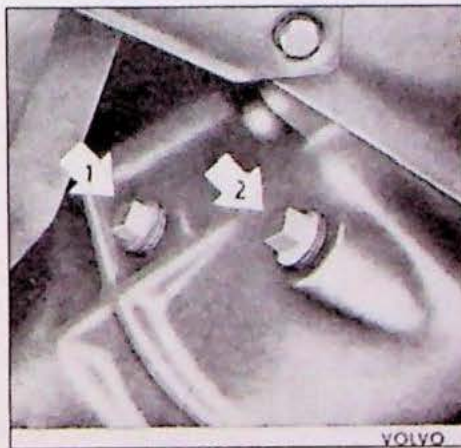
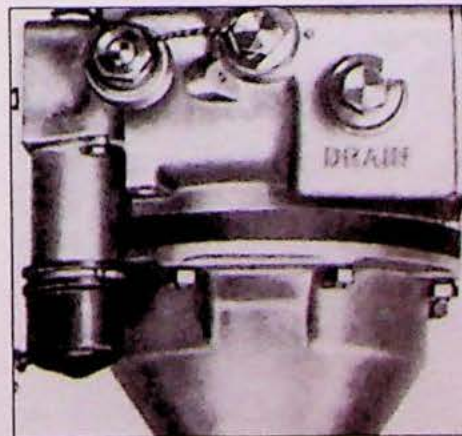
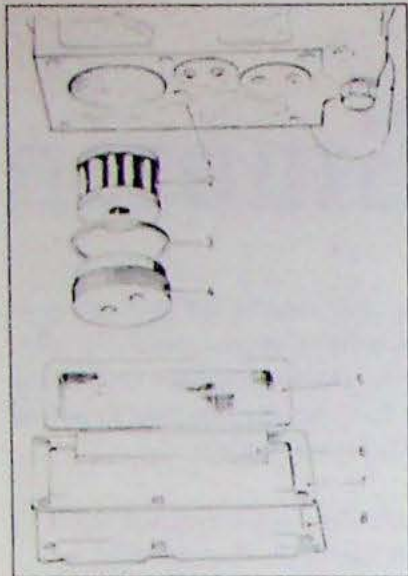

Fig. 1.3. Versnellingsbak
Fig. 1.4 Overdrive vroege uitvoering
Fig. 1.7. Details overdrive B20.
Voor controle van het olieniveau de vulplug (1, Fig. 1.3) losdraaien waarna gecontroleerd kan worden of de olie tot de vulopening reikt.
De olie moet elke 40.000 km worden ververs. Bij een nieuwe of gereviseerde versnellingsbak bovendien na de eerste 2500 km. De oude olie moet worden afgetapt als deze warm is. Voorzichtigheid moet echter in acht worden genomen zodat de hete olie geen brandwonden kan veroorzaken. Bij het aftappen worden de pluggen 1 en 2 volgens Fig. 1.3 en de aftap van de overdrive verwijderd. Auto's met B16 en B18 motoren hebben een aftap (Fig. 1.4) terwijl bij auto's met een B20 motor het deksel (Fig. 1.5) gedemonteerd moet worden. Tegelijk met het olieverversen wordt ook de zeef, respectievelijk filter gereinigd (Fig. 1.7). Vul de versnellingsbak met olie nadat de aftappluggen en deksel zijn vastgedraaid. Vul de olie voorzichtig bij zodat de olie de tijd krijgt om over te lopen naar de overdrive. De olie moet bijgevuld worden tot aan de vulopening (1 Fig. 1.3). Draai hierna de vulplug vast. Voor een overdrivebak wordt olie gebruikt met een viscositeit SAE 30. Als alternatief kan multigrade olie SAE 20-40 worden gebruikt. De hoeveelheid bedraagt 1,6 liter
De oliezeef moet bij elke verversingsbeurt worden schoongemaakt. Nadat de olie is afgetapt (Fig. 1.4) dient het reinigen op de volgende manier te gebeuren:
2. Draai de plug los (4, Fig. 1.7) en verwijder de pakking (3) en het fijnfilter (2).
4. Monteer het fijnfilter, gebruik een nieuwe pakking (3) en de plug. Aantrekkoppel 2.2 kg/m.
5. Monteer het voorfilter en het deksel met een nieuwe pakking (7). Let erop dat de magneet goed op zijn plaats zit in de deksel. Vul daarna de versnellingsbak met olie zoals eerder omschreven.